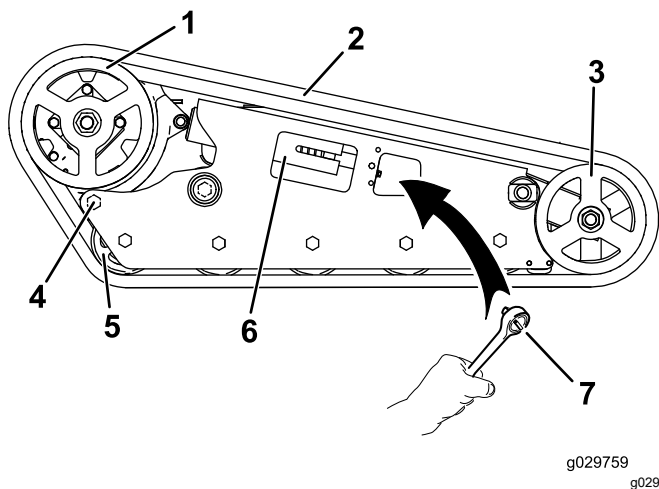

Figura 65
5. Utilizando uma chave de ½ polegada, liberte a tensão de acionamento rodando o parafuso tensionador no sentido dos ponteiros do relógio (Figura 59 e Figura 65).
- Desaperte o parafuso traseiro, perto da roda motriz (Figura 65).